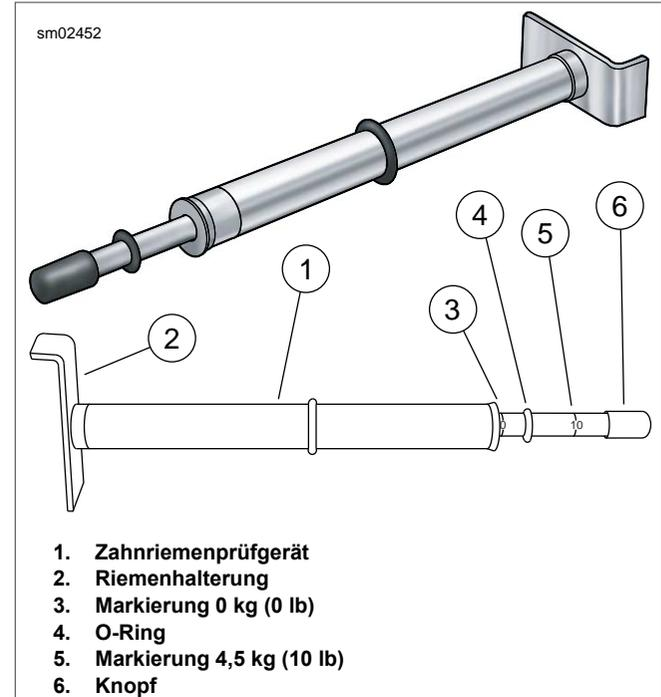

Abbildung 30. Zahnriemenprüfgerät
2. Siehe Abbildung 30. Das H-D-ZAHNRIEMENPRÜFGERÄT (Teile-Nr. HD-35381-A) bereitlegen.